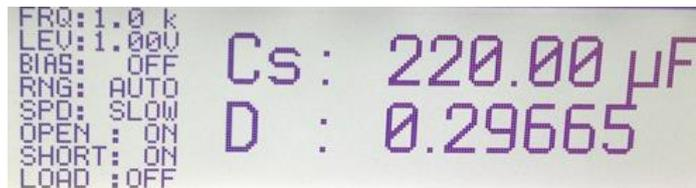
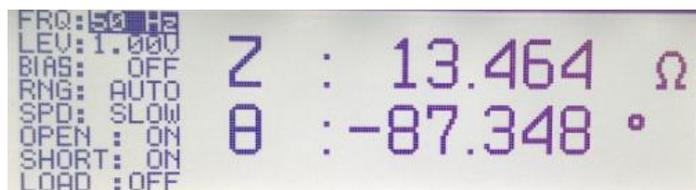

Bild 2-2: Anzeige von Kapazität und Verlustfaktor eines Kondensators bei 1kHz
Bild 2-3: Scheinwiderstand und Phasenwinkel eines Kondensators
- Im standardmäßig eingeschalteten Auto Mode wird automatisch die richtige Messfunktion bzw. Schaltungsart eingestellt (siehe Bild 2-8 und Kapitel 2.1.2.1). In diesem Fall C-D d.h. Kapazität C und Verlustfaktor D werden angezeigt (Bild 2-2). Für die Anzeige anderer Parameter wie z.B. Scheinwiderstand und Phasenwinkel, die im Handbuch beschrieben Messfunktionen, per Tastendruck auswählen. Bei einem idealen Kondensator beträgt der Phasenwinkel -90° . Bild 2-3 zeigt die Messung an einem realen verlustbehafteten Kondensator mit einem Phasenwinkel von -87.4° .